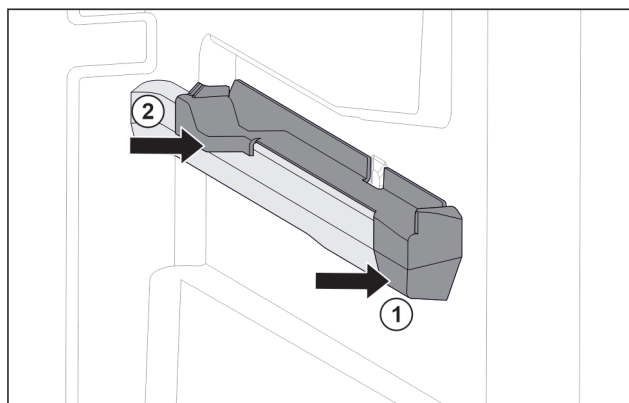

Fig. 19 Aufsteckteil auf der rechten Behälterrippe
- Aufsteckteil vorne an Behälterrippe ansetzen. Fig. 19 (1)
- Aufsteckteil hinten andrücken. Fig. 19 (2)